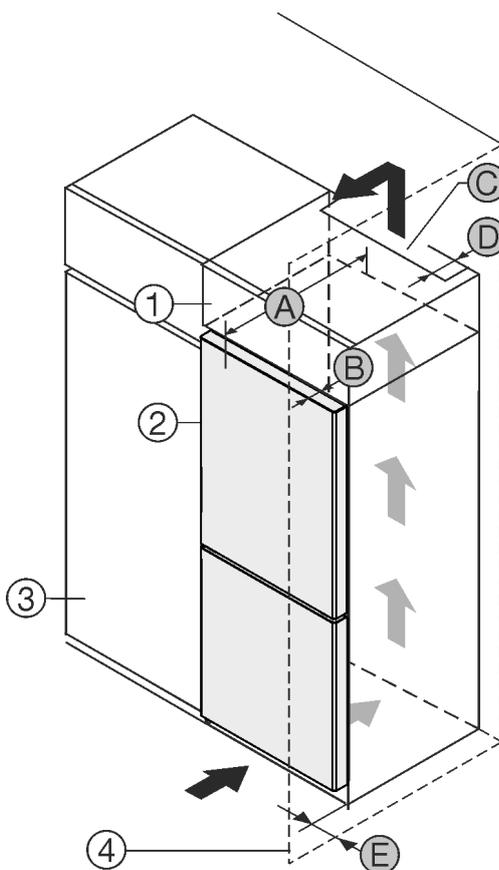

Fig. 1
- (3) Armario de cocina (D) Distancia con respecto a la parte trasera del aparato
- (4) Pared (E) Distancia con respecto al lateral del aparato
- (A) Profundidad del aparato
Puede colocar el electrodoméstico directamente al lado del armario de cocina Fig. 1 (3).
En la parte trasera del armario superior debe haber una cámara de salida de aire con una profundidad Fig. 1 (D) que abarque toda la anchura del armario.
Bajo el techo de la estancia debe mantenerse la sección transversal de ventilación Fig. 1 (C).
Si el electrodoméstico se instala con las bisagras junto a una pared Fig. 1 (4), la distancia entre el electrodoméstico y la pared debe ser de como mínimo 13 mm .
Si el electrodoméstico se instala con las bisagras junto a una pared Fig. 1 (4), la distancia entre el electrodoméstico y la pared debe ser de como mínimo 20 mm .
Para poder abrir totalmente la puerta, el electrodoméstico debe sobresalir la profundidad de la puerta Fig. 1 (B) respecto del frente del armario de cocina. El electrodoméstico puede sobresalir más en función de la profundidad de los armarios de cocina Fig. 1 (3) y del uso de distanciadores de pared.